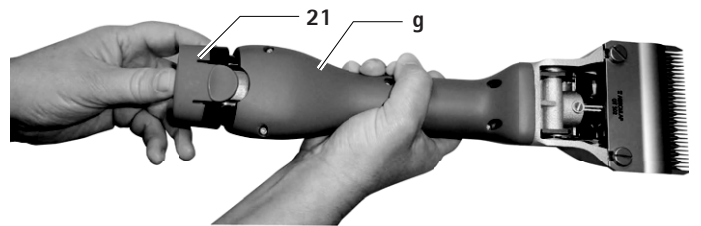

Abb. 2
- ▶ Li-Ionen-Akku 21 herausziehen, laden und/oder geladenen Ersatz-Li-Ionen-Akku GT641 (3INR19/66-1) in Akku-Schermaschine g schieben, siehe Abb. 2.